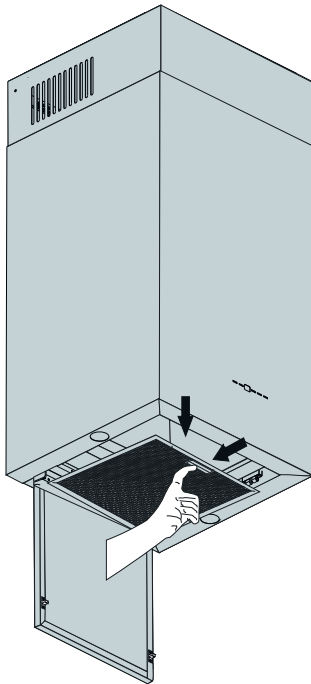

Fig. 10
**1.** → För att ta bort kantsugplattan, tryck vid de övre högra och vänstra punkterna och dra ner (Fig. 10).
Öppna aluminium-fettfiltrets lås genom att trycka på knappen och ta ut det (Fig. 10).